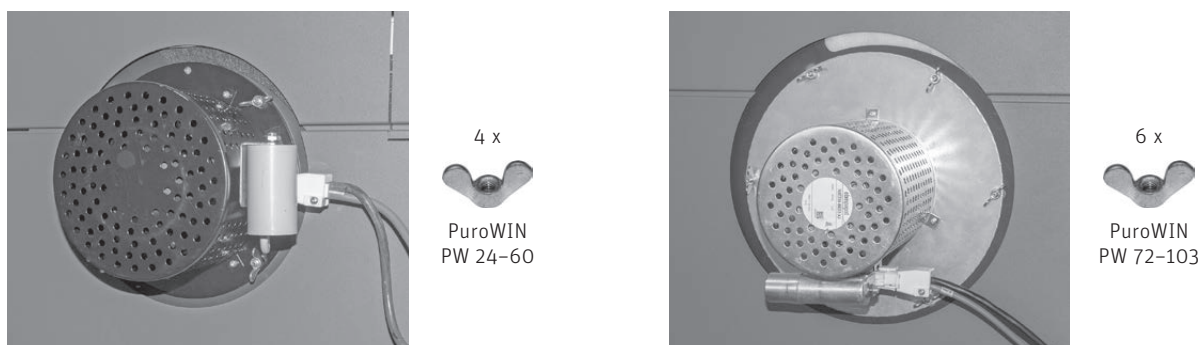

Fig.101 Montare il ventilatore gas combusti e inserire la spina
- ▶ Montare il ventilatore gas combusti con i 4 o 6 dadi ad alette e inserire la spina del ventilatore – Fig. 101.